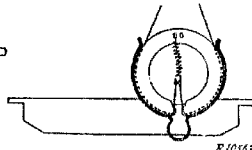

Fig.5
Deur het apparaat voorzien is van een bodemplaat welke reparaties worden uitgevoerd zonder het apparaat uit de kast te verwijderen. Voordat men het chassis uit de kast verwijderd, moet na verwijdering van de bodemplaat de aandrijfsnaar met de speciale beugel op de aandrijftrommel worden vastgezet (zie fig.5).
- De nieuwe snaar voorlopig met de speciale beugel vastzetten op de aandrijftrommel (zie fig.5).